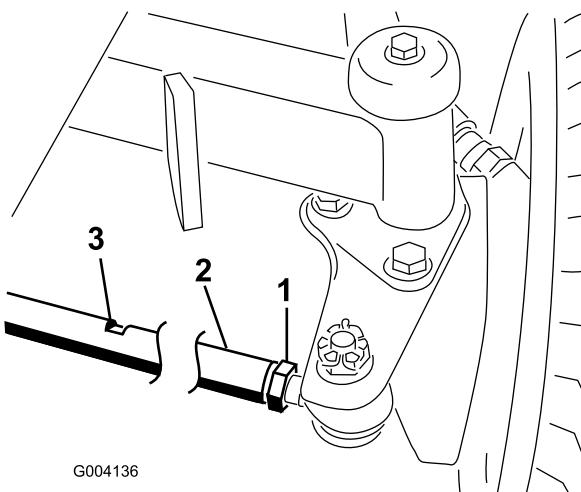

Figura 83
2. Afloje las contratuercas de ambos extremos del tirante (Figura 83).